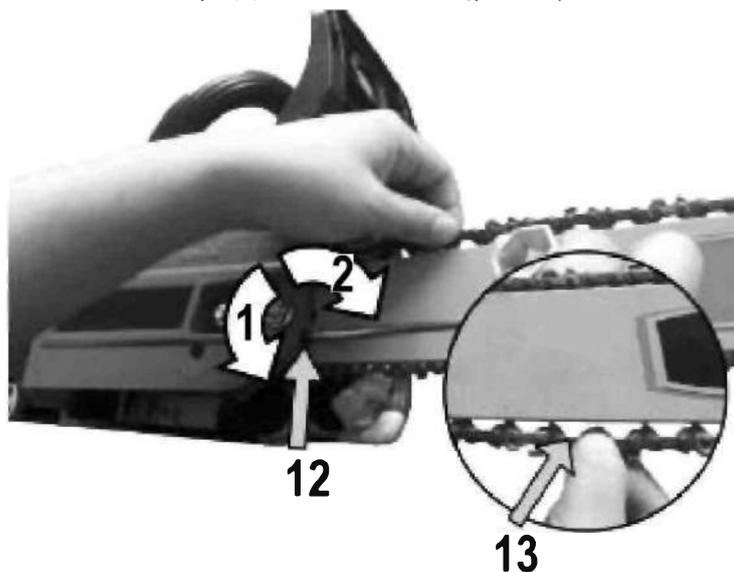

Рисунок 8
10. Удерживая направляющее полотно, отрегулируйте натяжение цепи, поворачивая винт натяжителя, пока звенья цепи не коснутся нижней стороны направляющего полотна (рис.8). Цепь должна быть натянута так, чтобы ее можно было приподнять примерно на 3 мм посередине полотна (рис.8).